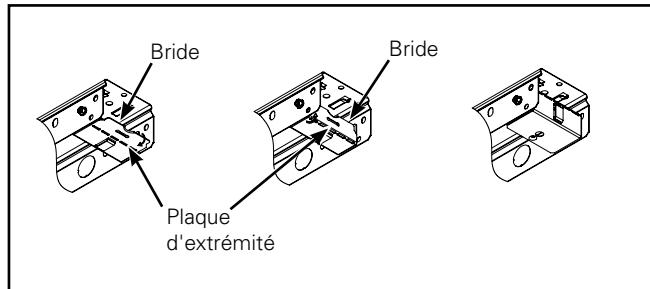

Figure 1.
1. Pliez la pièce d'extrême pour permettre de réaliser les câblages à l'intérieur du luminaire. (Figure 1.)